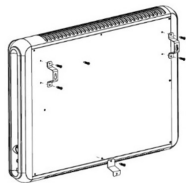

Рис. 2
- При креплении устройства на стене напольные опоры (6) не используются.
- Используя четыре крепёжных винта, закрепите верхние кронштейны (рис. 2).
- Выкрутите крепёжный винт в нижней части устройства, установите нижний кронштейн и закрепите его, используя выкрученный ранее винт (рис. 2).